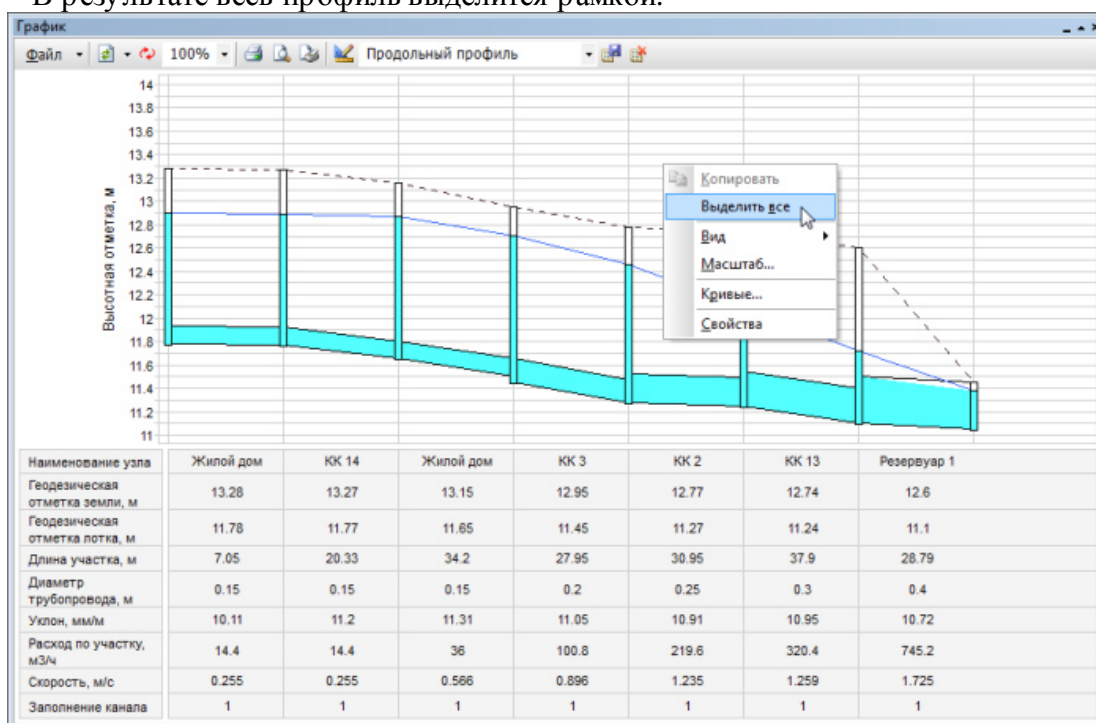

Рисунок 78. Выделение продольного профиля с таблицей
1. Чтобы скопировать весь профиль, в любом месте продольного профиля нажмите правую кнопку мыши, после чего в открывшемся контекстном меню выберите пункт *Выделить все* (Рисунок 78. «Выделение продольного профиля с таблицей»). В результате весь профиль выделится рамкой.